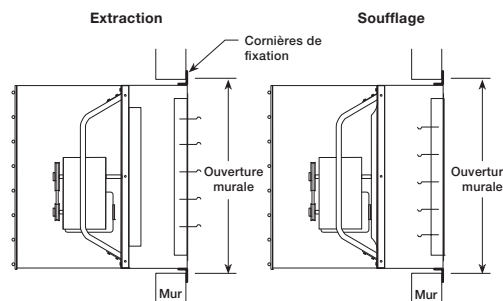

Figure 3 — Schéma de pose
5. Attacher quatre (4) cornières de fixation au caisson et à l'ossature du mur. Voir la Figure 3.
**REMARQUE :** La grille peut être pivotée vers le haut ou le bas par la dépose de toutes les vis sauf les deux (2) des coins supérieurs ou inférieurs. Les vis des coins peuvent servir de charnières pour pivoter la grille et la tenir ouverte.